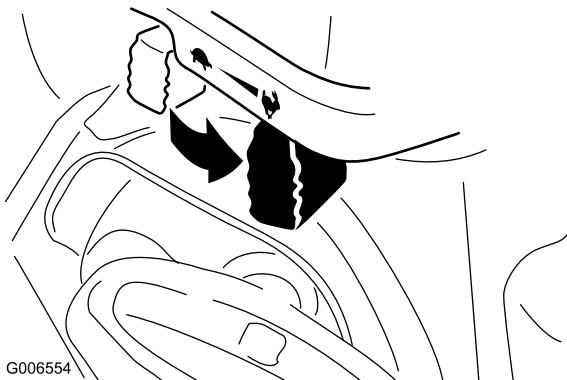

Figura 25
6. Mettete l'acceleratore in posizione Fast (Figura 25).